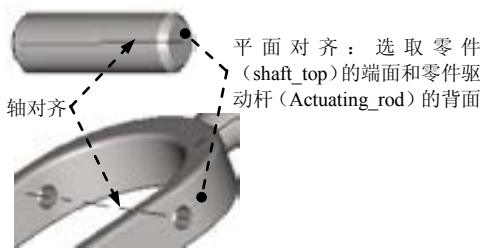
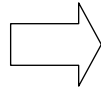

图 12.5.23 装配零件 (shaft_top)
图 12.5.24 装配后
Step19. 增加固定元件: 按照与 Step7 相似的操作方法装配零件 (shaft_top), 参见图 12.5.23、图 12.5.24。
(1) 选择下拉菜单 **插入(I)** → **元件(C)** → **装配(A)...** 命令, 打开文件名为 shaft_top.prt 的零件, 引入零件 (shaft_top)。